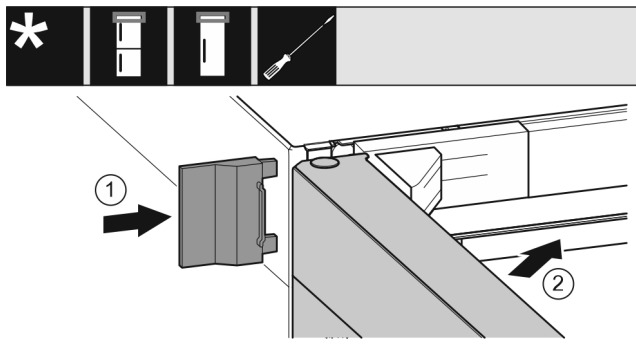

Fig. 25
- ▶ Shtyni kapakun mbulues të jashtëm Fig. 25 (1).
- ▶ Mbyllni derën lart Fig. 25 (2).